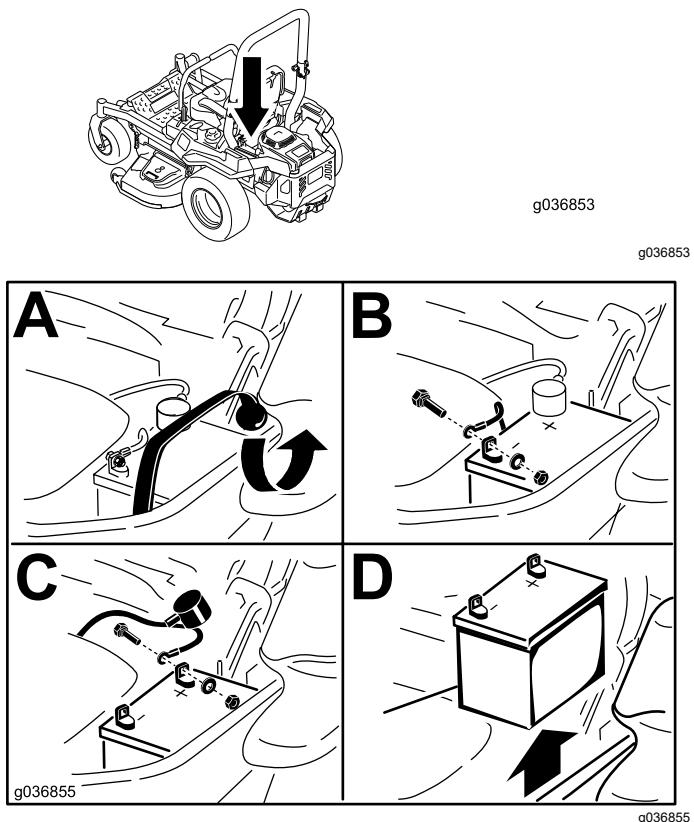

Figure 67
3. Retirez la batterie, comme montré à la Figure 67.
1. Placez la batterie dans son support en tournant les bornes à l'opposé du réservoir hydraulique (Figure 67).
4. Fixez les câbles avec 2 boulons, 2 rondelles et 2 contre-écrous (Figure 67).
6. Fixez la batterie en place à l'aide de la sangle en caoutchouc (Figure 67).